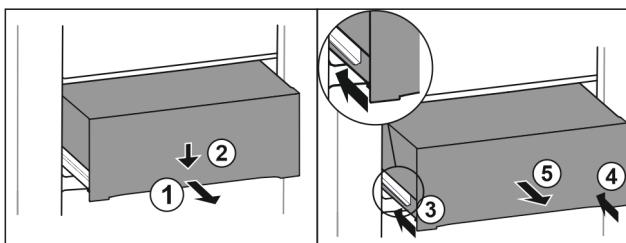

Fig. 128
- Tirer le tiroir jusqu'à mi-chemin. Fig. 128 (1)
- Appuyer sur l'avant du tiroir vers le bas. Fig. 128 (2)
- Insérer le rail gauche d'env. 2 cm. Fig. 128 (3)
- Insérer le rail droit d'env. 2 cm. Fig. 128 (4)
- Retirer le tiroir par l'avant. Fig. 128 (5)